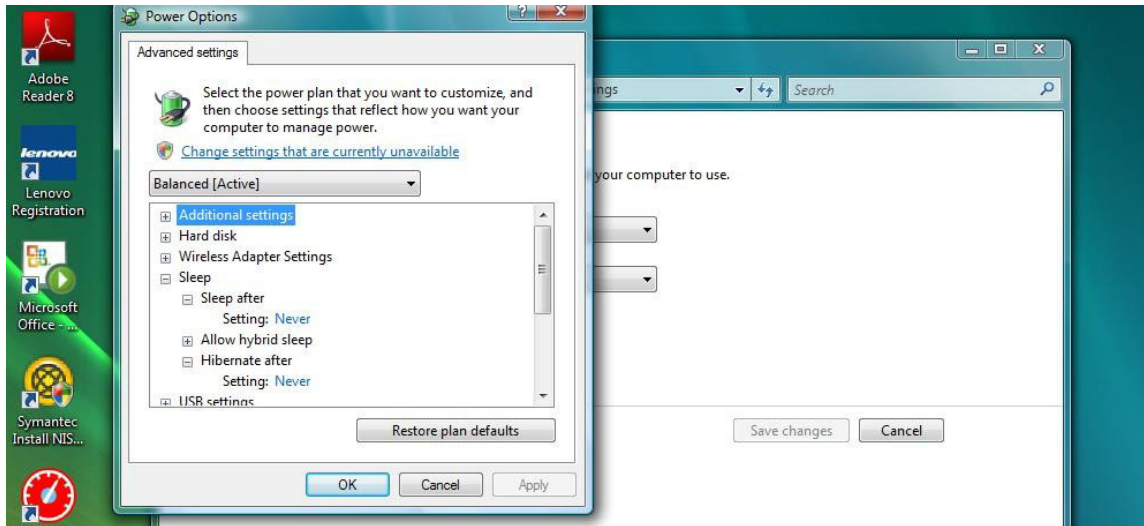

Рис. 36
5. В списке найдите «Переход в спящий режим» (Рис. 36). Для параметра «Переход в спящий режим после» выберите НИКОГДА, а также для параметра «Переход в режим гибернации» выберите НИКОГДА.
6. Нажмите кнопку «Применить», чтобы сохранить изменения. Далее нажмите кнопку «ОК» (Рис. 36).